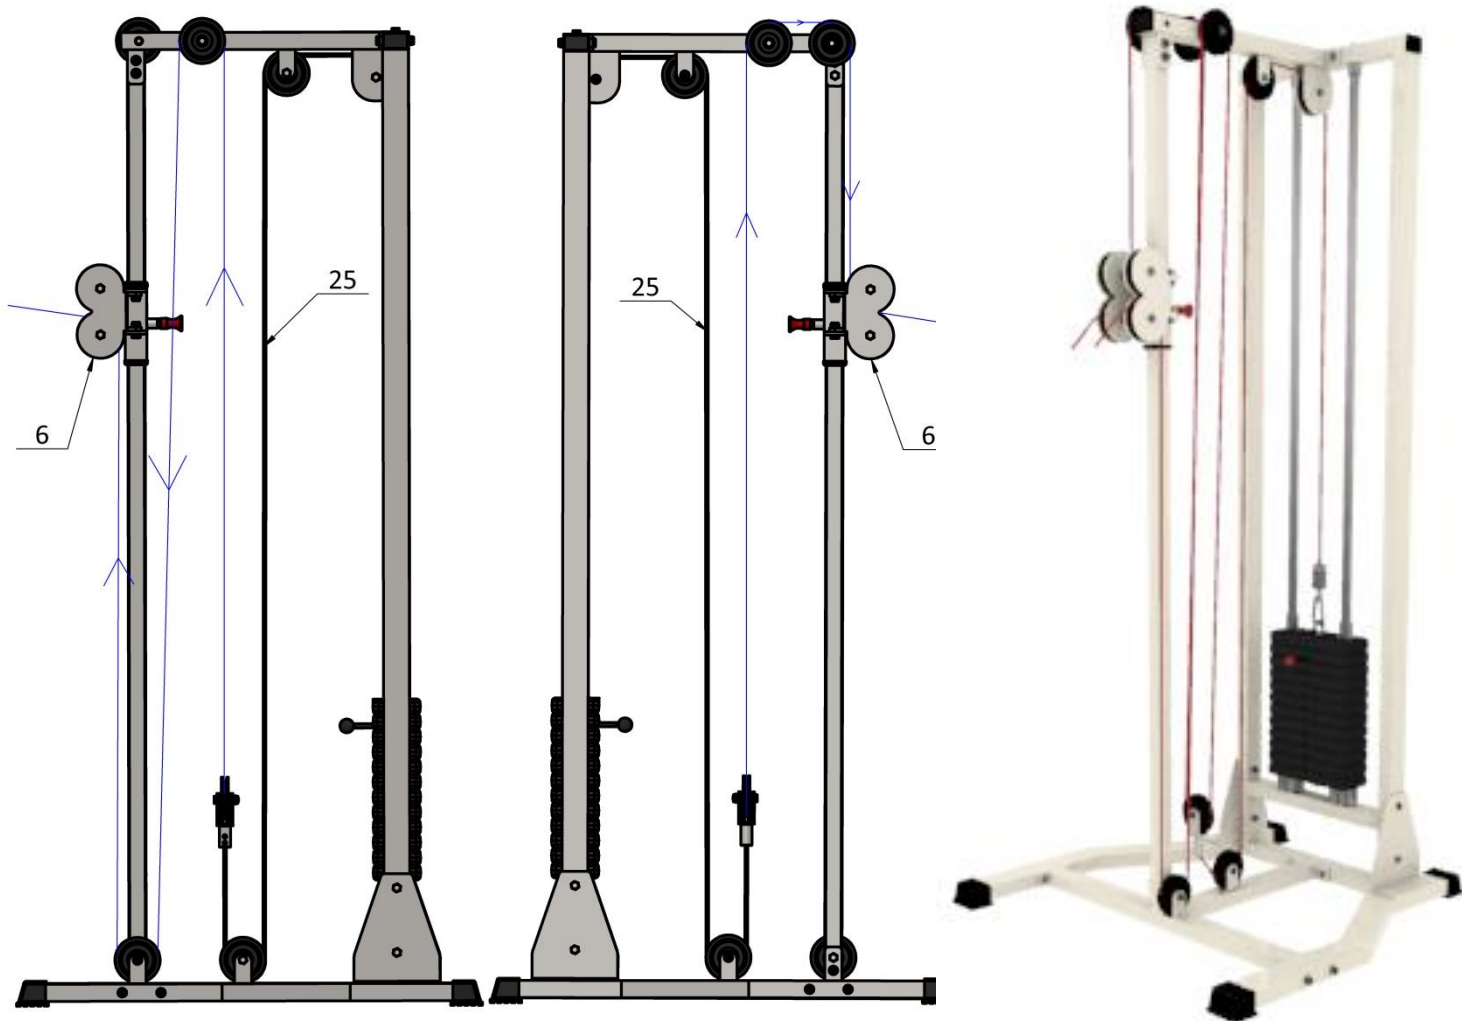

Рис. 6
6. Далее оставшаяся часть троса продевается через подвесной ролик (8) и свободными концами протягивается через ролики и ригель (6) как указано на схеме. (Рис. 6).